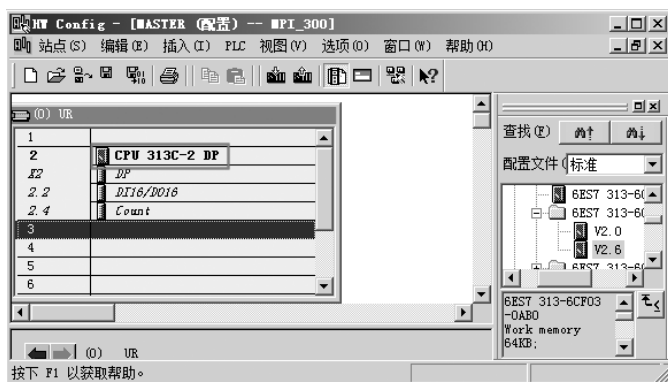

图 8-34 打开 CPU 314C-2DP 属性
3) 打开 CPU313C-2DP 属性。双击槽位 2 的“CPU 313C-2DP”，如图 8-34 所示。